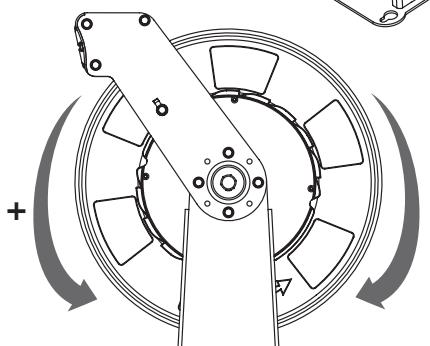

Рис. 5
- Начать намотку шланга, проворачивая намоточный барабан вручную, пока шланг полностью не намотается на намоточный барабан (силовая пружина по-прежнему находится в расслабленном состоянии). Приложить предварительное напряжение к силовой пружине, повернув намоточный барабан в положительном направлении, которое указано на рис. 5. Запрещается делать большее количество поворотов катушки с предварительным натяжением, чем показано в таблице 1. В обратном случае, силовая пружина может быть повреждена.
- Повернуть намоточный барабан, чтобы увеличить или уменьшить напряжение силовой пружины (рис. 5).